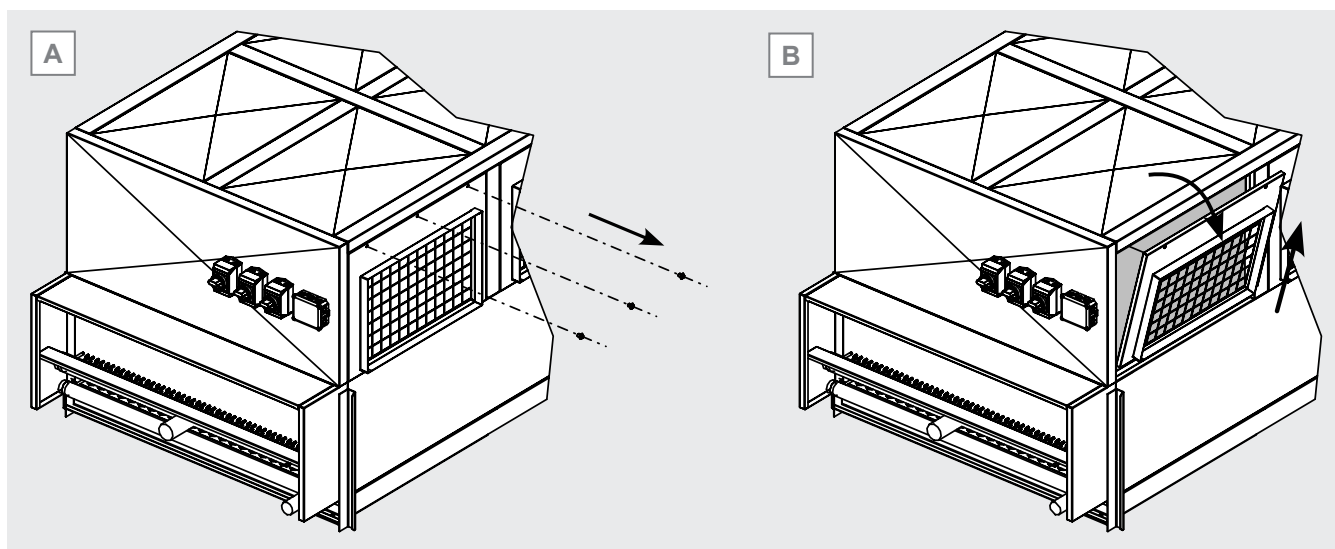

Figura 9
- 8.2.7 Guarde el panel en un lugar adecuado donde no pueda dañarse y suponer un peligro para personas o bienes. Obsérvese la Figura 9 A y B como ejemplo.